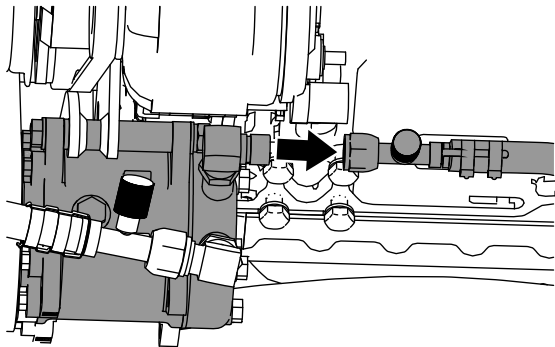

图45
3. 将驾驶室的空调高压软管（3/4 英寸）连接至直角接头（3/4 英寸），如 图45 所示。